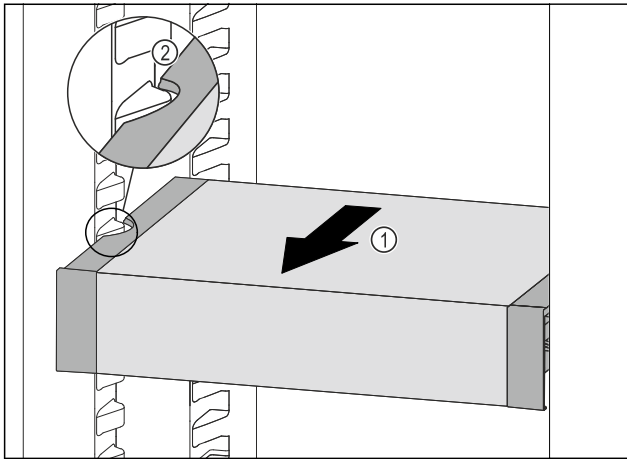

Fig. 85
- ▶ VarioSafe nach vorne ziehen Fig. 85 (1), bis sich die seitlichen Aussparungen des VarioSafes auf Höhe der Behälterrippe im Kühlteil befinden. Fig. 85 (2)